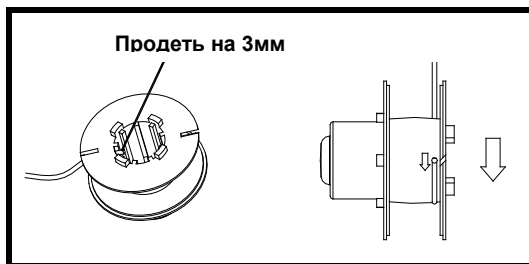

Рис.19.
Рис.19а
- Вставьте один конец лески в отверстие катушки, как показано на Рис. 19, 19а (приблизительно на 3 мм).
- Плотнo и равномерно наматывайте леску на катушку в направлении, указанном стрелкой (Рис. 19, 19а), до тех пор, пока леска не достигнет уровня выемок на ободе катушки Рис.19b.